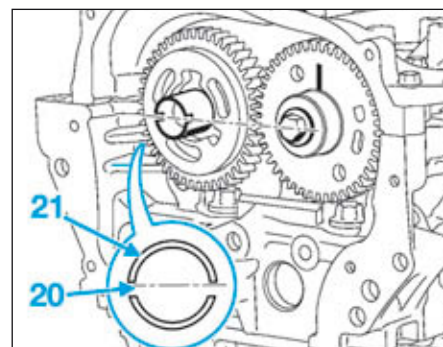

FIG.36
- S'assurer que la rainure (20) (Fig.36) de l'arbre à cames côté échappement est à l'horizontale (le grand segment (21) orienté vers le haut).